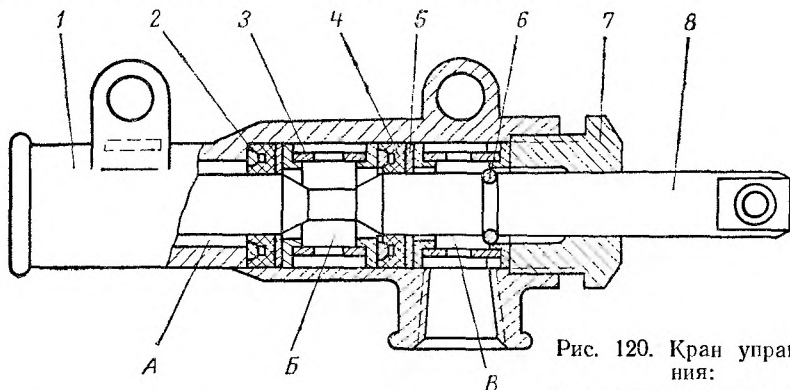

Рис. 120. Кран управления:
**Кран управления** (рис. 120), позволяет соединять камеры колес с компрессором (при накачке шин воздухом), с атмосферой (при снижении давления в шинах) или запирает их (если нужно сохранить имеющееся давление в шинах). Перемещаясь относительно корпуса 1 в ту или иную сторону от среднего положения, золотник 8 может соединять полость Б, сообщающуюся с камерами колес, с полостями А или В, сообщающимися соответственно с компрессором и атмосферой.
Кран управления (см. рис. 120). Для разборки крана управления отвернуть стопорный винт гайки 7, а затем гайку 7, вынуть золотник 8, сальники 4, распорные кольца 2, втулки 3 и опорные шайбы 5. Поврежденные сальники крана управления заменить.